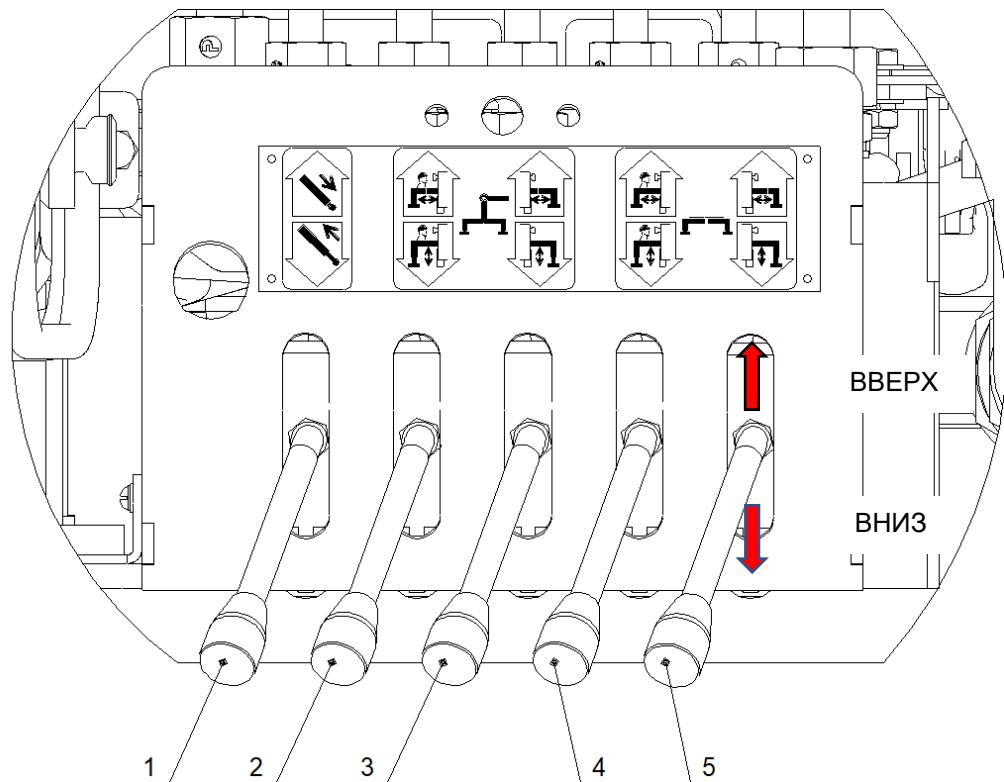

Рис. 10: Панель управления со стороны гидрораспределителя аутригерами и опорными гидроцилиндрами КУ (пример)
**Функциональное назначение рычагов управления (рисунок 10)**